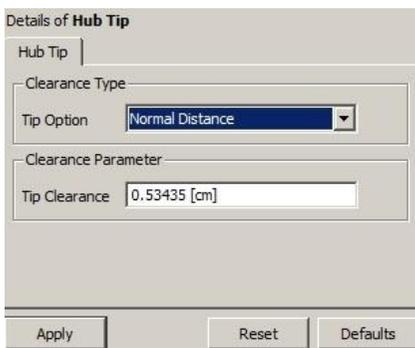

Рис. 3.10. Меню задания параметров радиального зазора постоянной величины
- *Normal Distance* – абсолютный зазор, постоянный по всей ширине венца. Величина зазора задается в единицах длины в поле *Tip Clearance* (рис. 3.10).